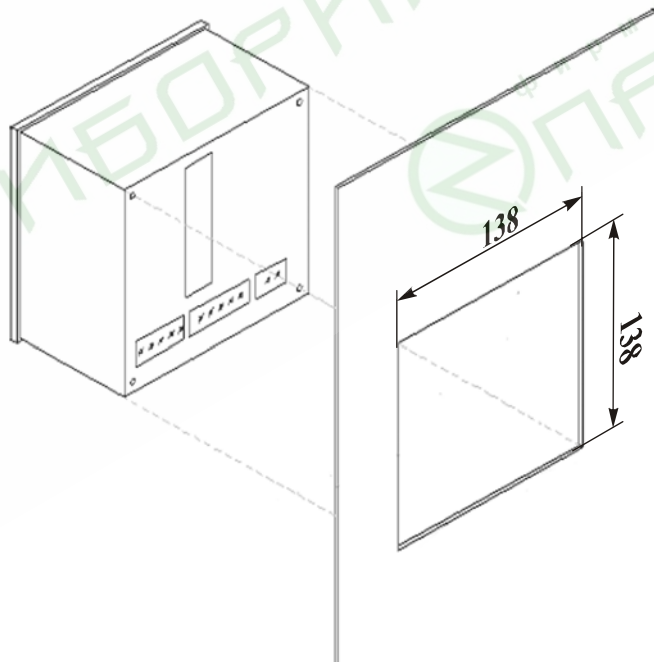

Рис. 1
1. Выберите место на лицевой панели щита для установки прибора. Вырежьте в панели квадратное отверстие размером 138 x 138 мм для установки прибора (рис. 1).